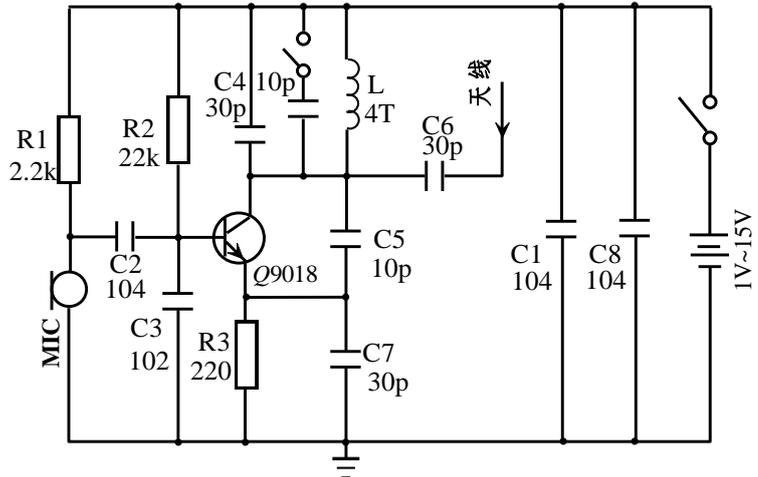

图 6-1 简易无线话筒电路
**二、简易无线话筒的工作原理** 简易无线话筒电路如图 6-1 所示, MIC 是驻极体话筒, 它的作用就是感应空气中的声波微弱振动, 并输出跟声音变化规律一样的电信号。